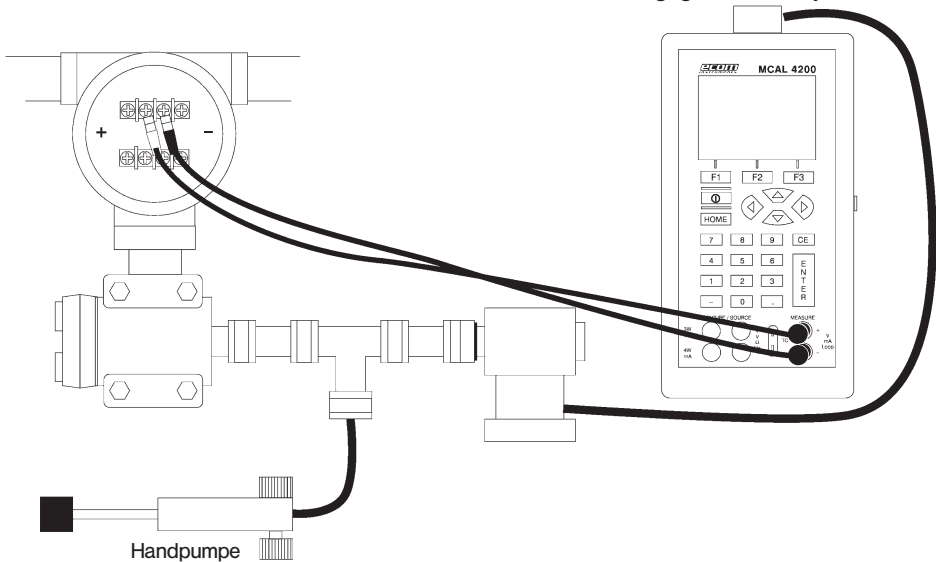

Abb. 22. Kalibrierung eines Druckwandlers
3. Den Kalibrator wie in Abbildung 22 am Sensor und am Druckmodul anschließen.